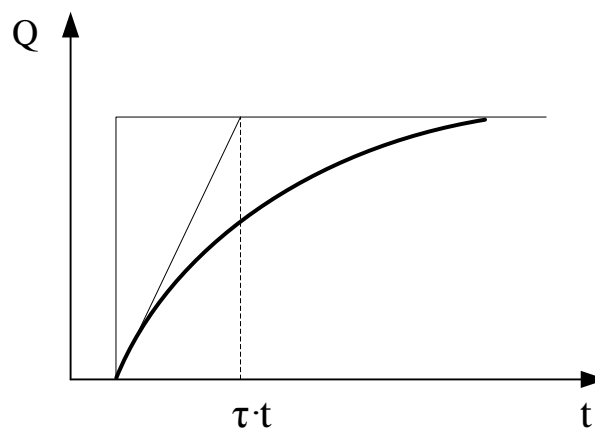

Рисунок 2
1.2.7 Расходомер имеет функцию демпфирования (сглаживания) показаний расхода. (см. рисунок 2). Коэффициент демпфирования  $\tau$  может быть установлен в пределах от 1 до 3. Функция демпфирования может быть отключена заданием коэффициента  $\tau$  равным 0. Коэффициент  $\tau$  также задает «отсечку» минимального расхода, при  $\tau = 0$  отсечка составляет 0,1 % от  $Q_{\text{наиб}}$ , при  $\tau = 1$  – 0,2 %, при  $\tau = 2$  – 0,3 %, при  $\tau = 3$  – 0,4 %.